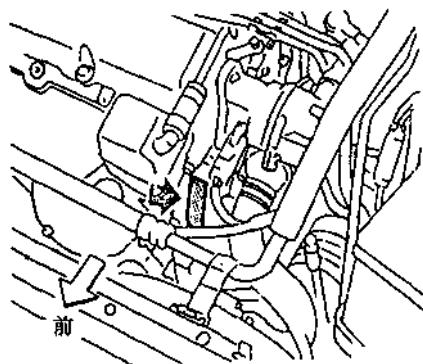
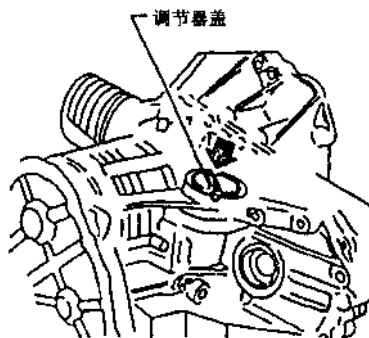
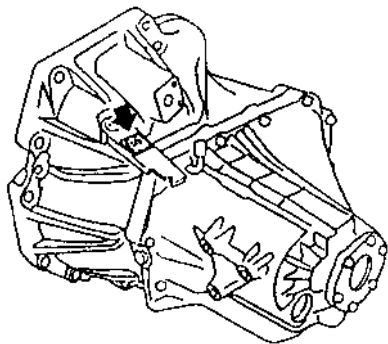

图 0-2 发动机序号位置
图 0-3 手动变速器编号位置
图 0-4 自动变速器编号位置
4) 发动机序号见图 0-2,手动变速器编号见图 0-3,自动变速器编号见图 0-4。